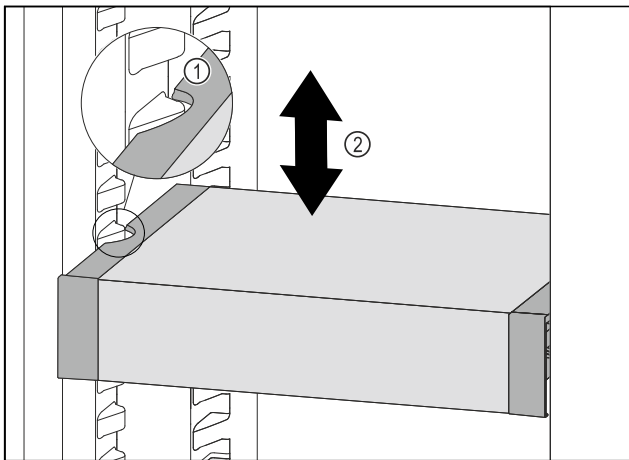

Fig. 96
- ▶ VarioSafe naar voren trekken tot de uitsparingen aan de zijkant van de VarioSafe zich ter hoogte van de rib in het koelgedeelte bevinden. Fig. 96 (1)
- ▶ VarioSafe in het koelgedeelte omhoog of omlaag bewegen tot de gewenste hoogte is bereikt. Fig. 96 (2)